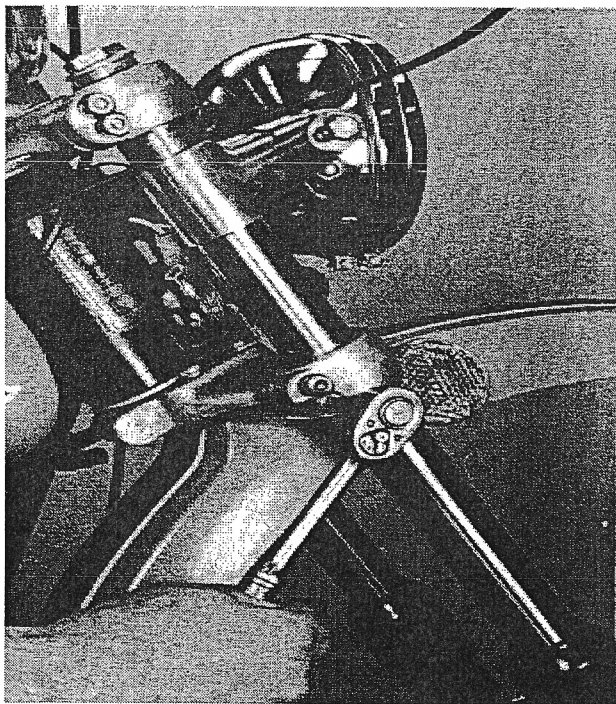

FIG.159
6. Afloja pero no sueltes el tapón de 25 mm. Hay ocho tornillos Allen que abrazan las barras de la horquilla a las tijas. Utiliza una llaves Allen de 6 mm para aflojar cada uno de los ocho tornillos dos o tres vueltas cada uno (Fig 159)